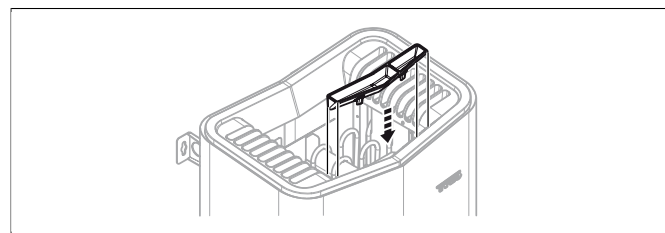

Fig 11: Montage de la du bac à parfum/de l'humidificateur
10. Monter la coupelle à herbes/l'humidificateur (cf. **Fig 11**, page 5).